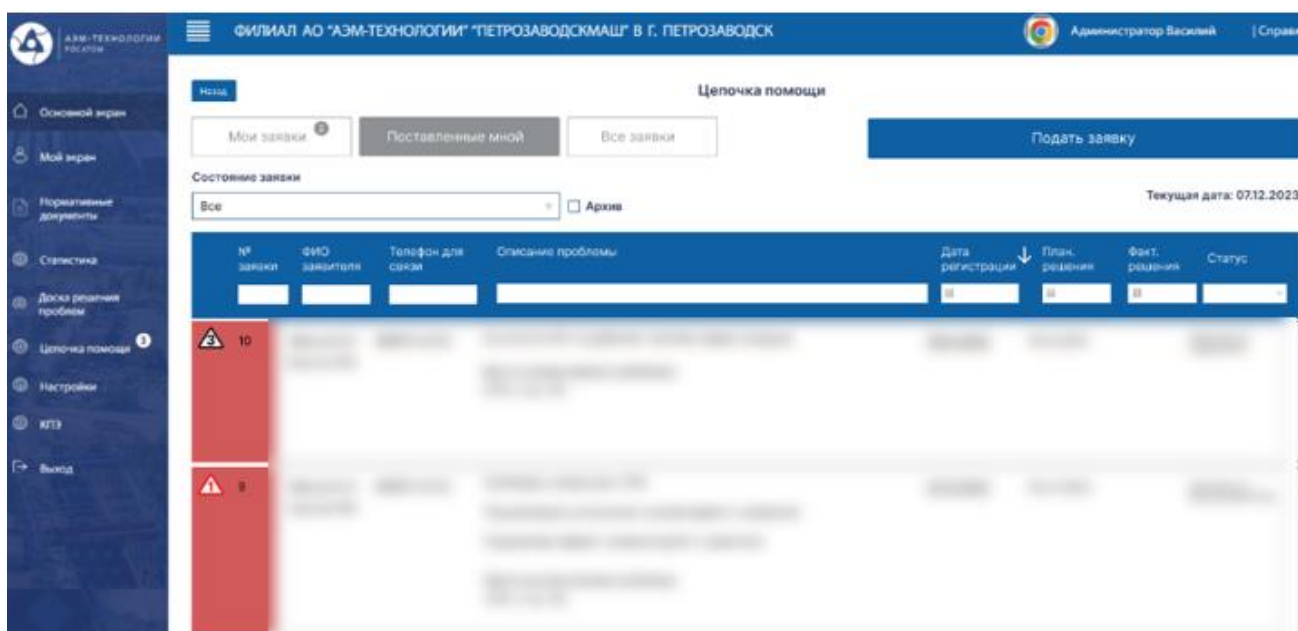

Рисунок 3.13
- Просмотр во вкладке «Поставленные мной» заявок, которые были созданы авторизованным сотрудником с просмотром ФИО кому назначена его заявка и просмотр выполненных заявок (Рисунок 3.13);